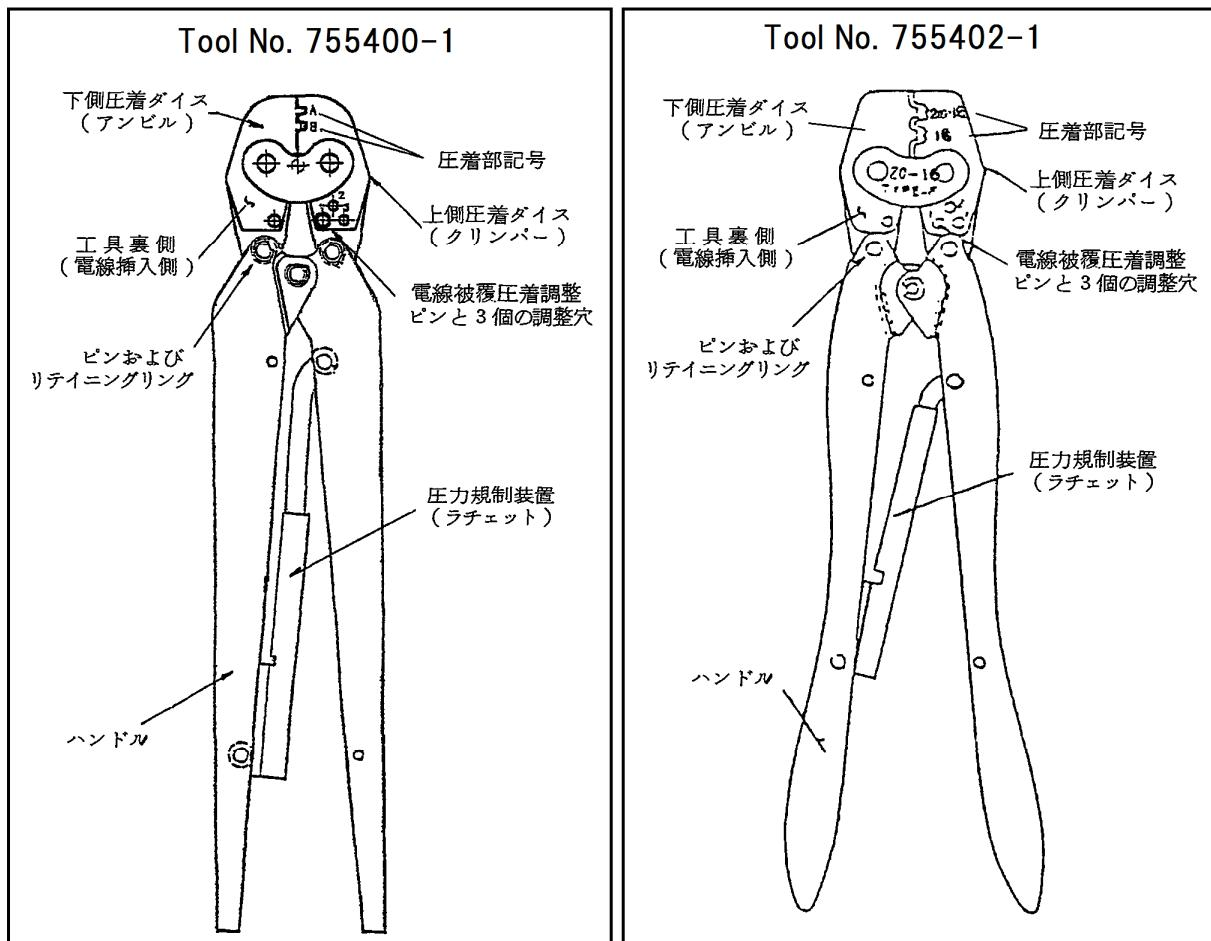

Fig. 1
- (a) この工具 (Fig. 1 参照) は、Fig. 2 に示す各種端子を撲線に圧着するのに使用されます。
- (c) 工具には、Fig. 1 に示す様に圧着部が 2箇所あり、A, B の記号で指示されておりますが、これは使用端子に対する圧着箇所を示しております (Fig. 2 参照)。圧着箇所が違う場合は工具が損傷したり、圧着性能が低下しますのでご注意下さい。